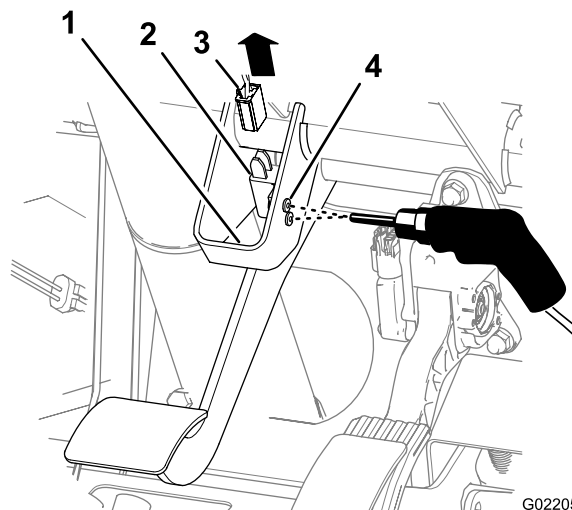

Figura 5
- Retire el conector hembra del arnés de la máquina del interruptor de freno de 2 pines (Figura 5).
2. Usando una broca de 3/16 pulgada, perfora los 2 remaches ciegos que sujetan el soporte del interruptor de freno de 2 pines al soporte del pedal de freno (Figura 5).
3. Retire el interruptor de freno de 2 pines y las arandelas del soporte (Figura 5).